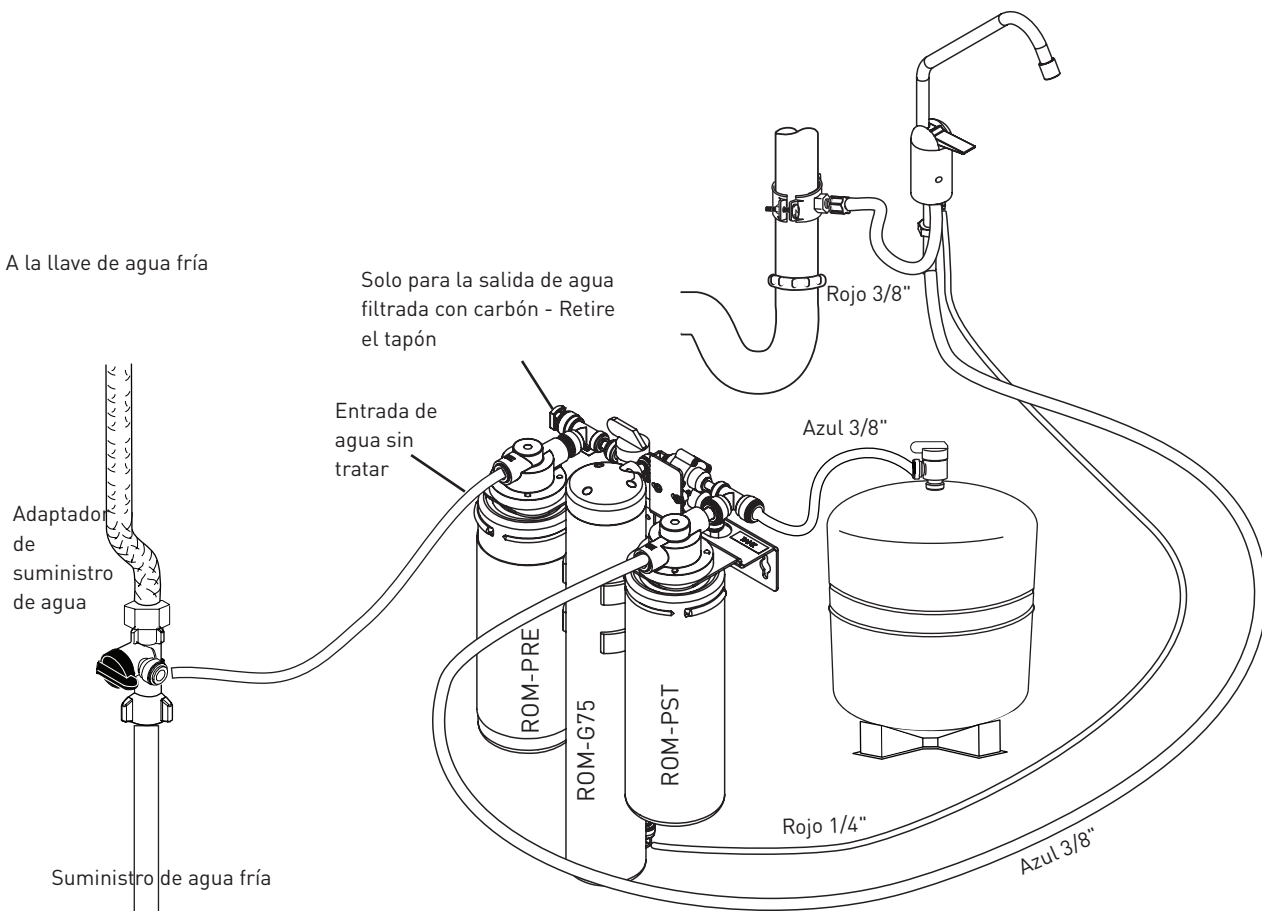

Figure 20
1. Inserte la tubería azul 3/8" de la llave de agua. Vea Figure 20. La tubería no deberá tener curvas peligrosas ni dobleces que restrinjan el flujo de agua. Corte la longitud según sea necesario. Ponga una marca a 3/4" (1.9 cm) del extremo de la tubería.